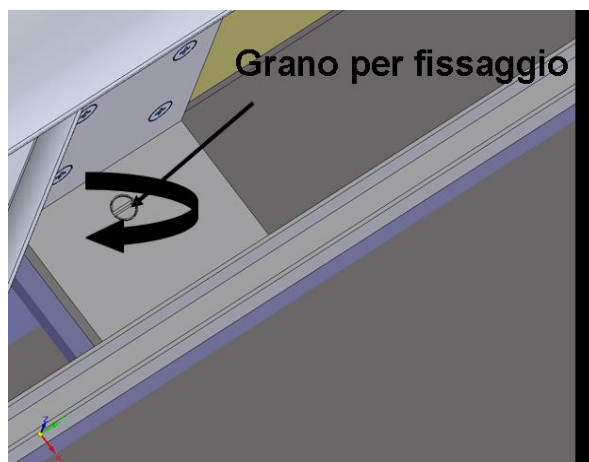

Figura 9
- 3 Fissare la mensola con l'apposito grano in dotazione figura 9